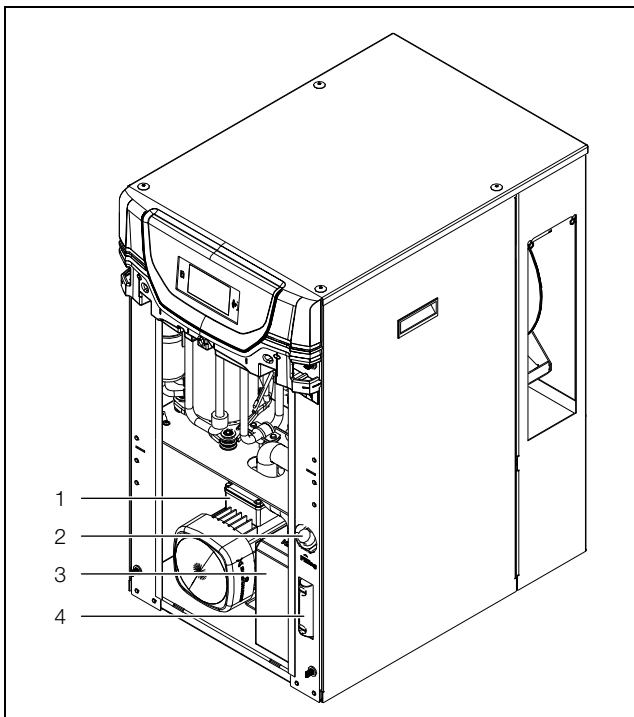

Abb. 38: Kühlmedium einfüllen
■ Befüllen Sie den Chiller über den Befüllstutzen (Abb. 38, Pos. 2) des Tanks mit Kühlmedium.
■ Kontrollieren Sie den Füllstand am Schauglas (Abb. 38, Pos. 4).